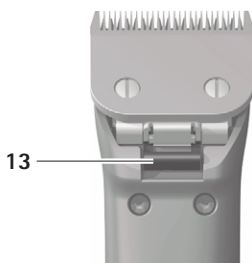

Abb. 4
- Scherkopf-Verriegelung **13** drücken, siehe Abb. 4.